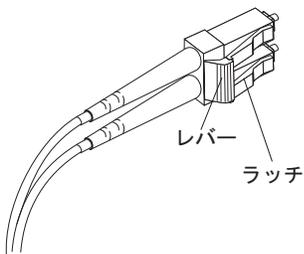

図 3-20. LC-LC ファイバー・チャンネル・ケーブルのレバーおよびラッチ
1. LC-SC ケーブル・アダプターの LC コネクター側に接続されているケーブルの端のレバーを押し下げたまま、ラッチを解放します。図 3-20 は、レバーおよびラッチの位置を示しています。